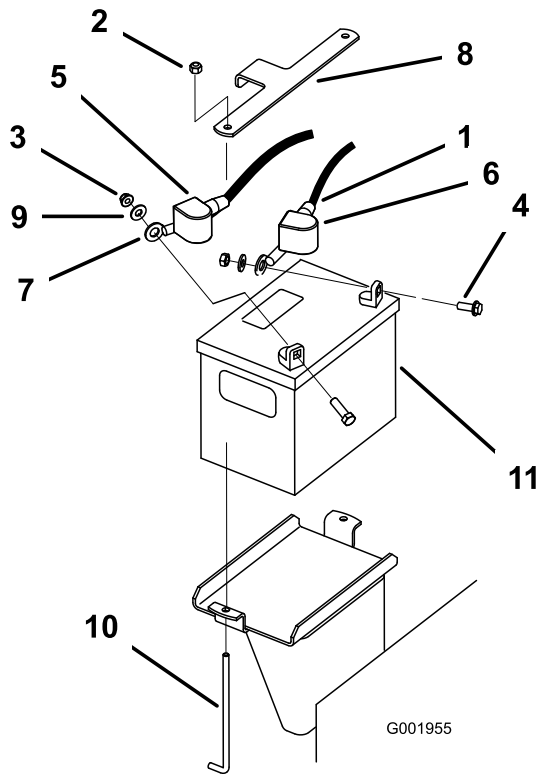

Figura 30
3. Retire la cubierta de goma negra del cable negativo, y desconecte el cable negativo del borne negativo (-) de la batería (Figura 30).
4. Retire la cubierta de goma roja del borne positivo (+) de la batería y retire el cable positivo de la batería (Figura 30).
5. Retire la pletina de sujeción de la batería (Figura 30), y retire la batería.
1. Coloque la batería en la máquina (Figura 30).
2. Fije la batería con la pletina de sujeción, los pernos en J y las contratueras (Figura 30).
3. Conecte el cable positivo (rojo) al borne positivo (+) de la batería con una tuerca, una arandela y un perno (Figura 30).
5. Conecte el cable negativo de la batería y el cable de tierra al borne negativo (-) de la batería con una tuerca, una arandela y un perno (Figura 30).